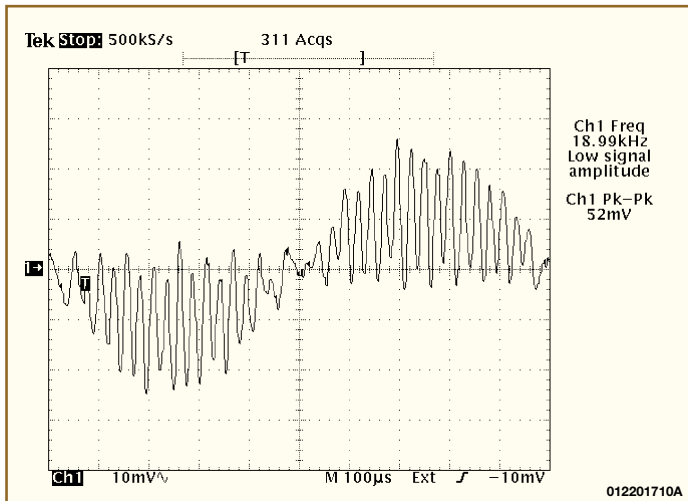

Bild 10: Einstellung des Pegels von ca. 50 mV_{ss} mit R 26
- Messen Sie an Pin 3 von IC 6. Stellen Sie mit R 26 einen Pegel von ca. 50 mV_{ss} ein, siehe Abbildung 10.